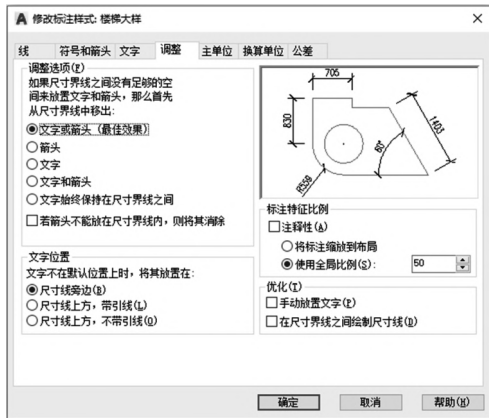

图 1-115 调整选项卡设置
②在【文字】选项卡内将“文本样式”设置为“romans.shx”，“宽度比例”为“0.7”，取名为“数字”。
③在【调整】选项卡内将“标注特征比例”下的“使用全局比例”值设置为“50”，如图 1-115 所示。
④单击图 1-115 中所示的 **确定** 按钮，返回“修改标注样式”对话框，单击 **置为当前** 按钮，再单击 **关闭** 按钮，关闭此对话框，完成“建筑图尺寸样式”设置。